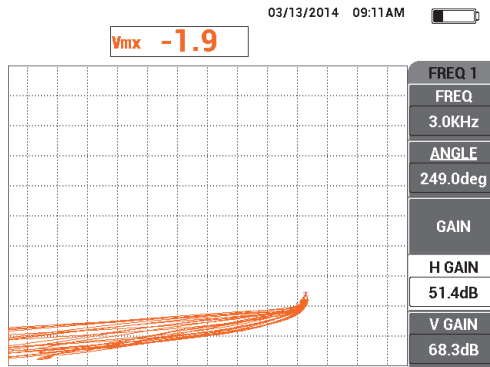

図 5-107 H ゲイン値の調整
16. 位置 1 にプローブを再度置き、A リフトバランスキー (A-LIFT) を押し、**周波数 1** ページが表示されるまで基本フィルタメニューキー (F) を押し続けます。
17. 位置 1 の任意の位相にプローブを傾け、**ミックスチャンネル**のリフトオフ信号を観察し、**ミックスチャンネル**のリフトオフ信号が左に向くまで **H ゲイン** (D キー) を下げます (205 ページの図 5-107 を参照)。